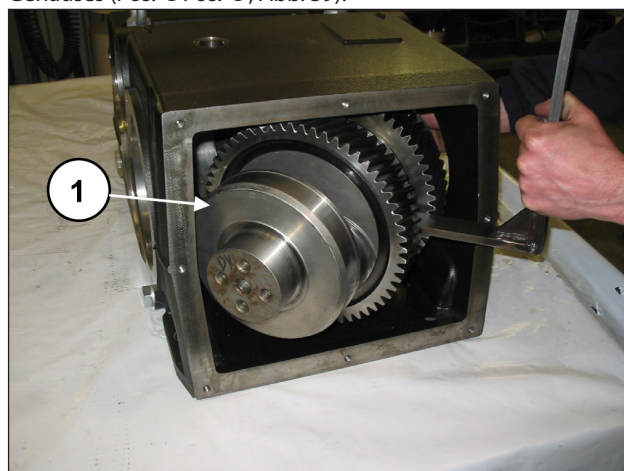

Abb. 39
Entnehmen Sie die Pleuelwelle von der Rückseite des Gehäuses (Pos. ①, Abb. 39).